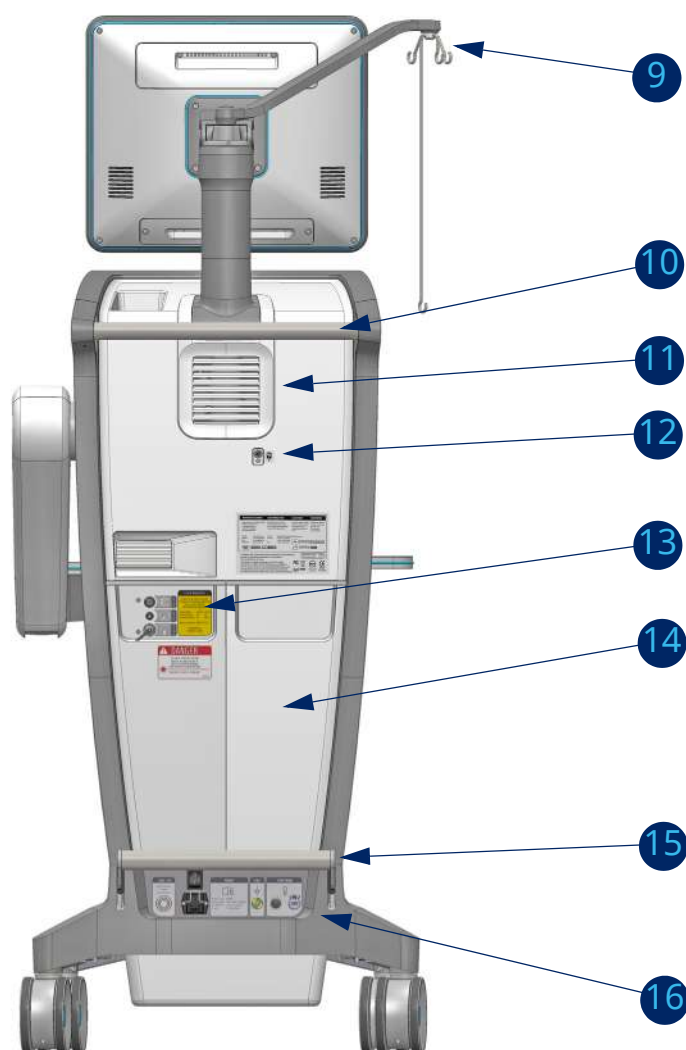

Fig. 5: Офтальмологическая хирургическая система, EVA (задняя сторона)
1. Главный переключатель (см. рис. 5, стр. 43)